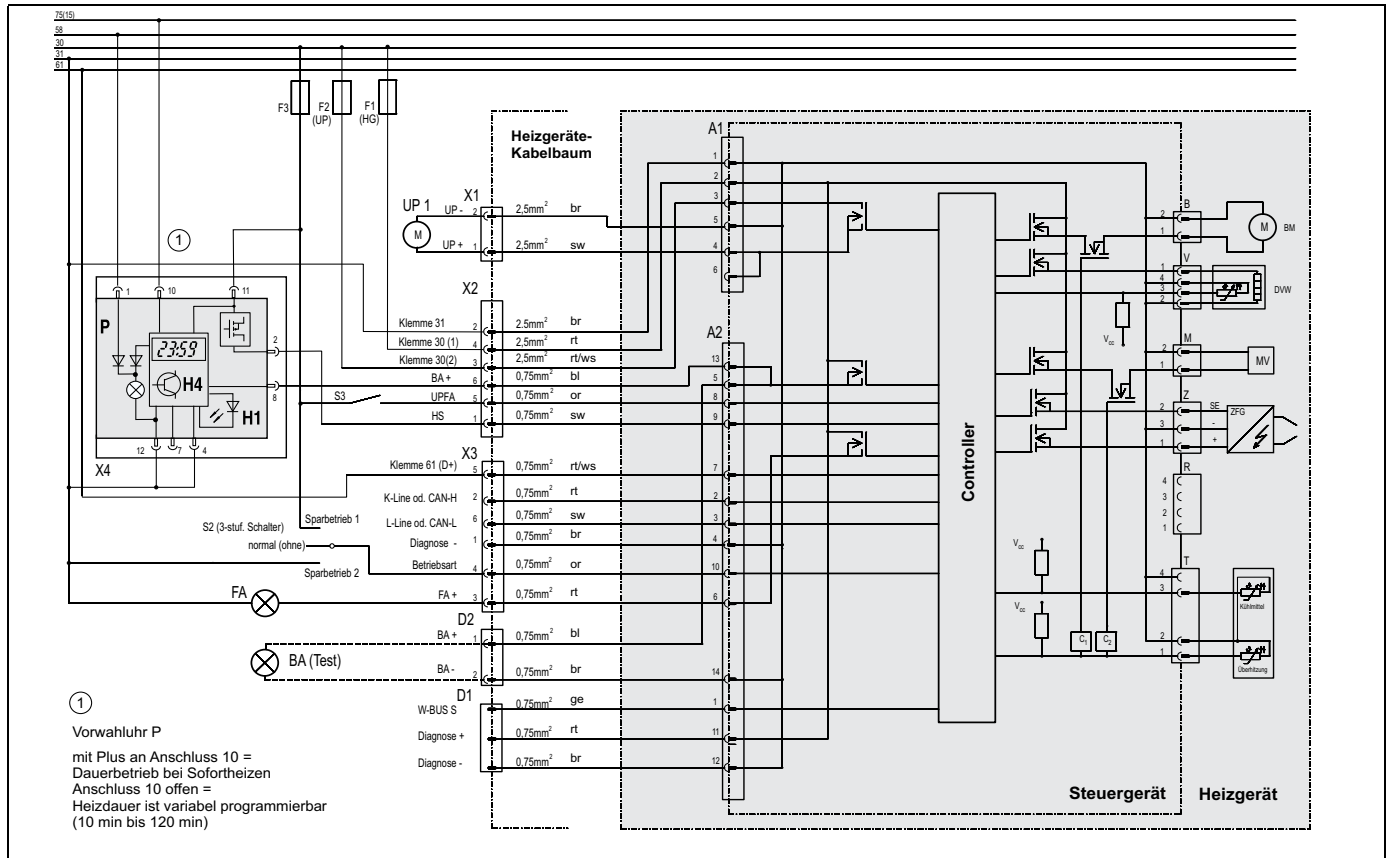

Bild 21: Systemschaltung für Heizgeräte Thermo S, mit Standarduhr, Legende siehe Seite 21.
- Vorwähluhr, siehe Systemschaltung Bild 21